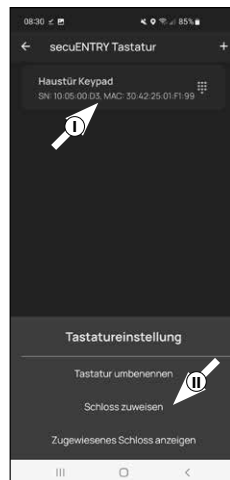

Fig. 10
11 Dans la liste des claviers enregistrés, appuyez sur l'entrée du clavier souhaité (I) (Fig. 10), puis, dans le menu qui s'affiche, appuyez sur « Attribuer serrure » (II) (Fig. 3).